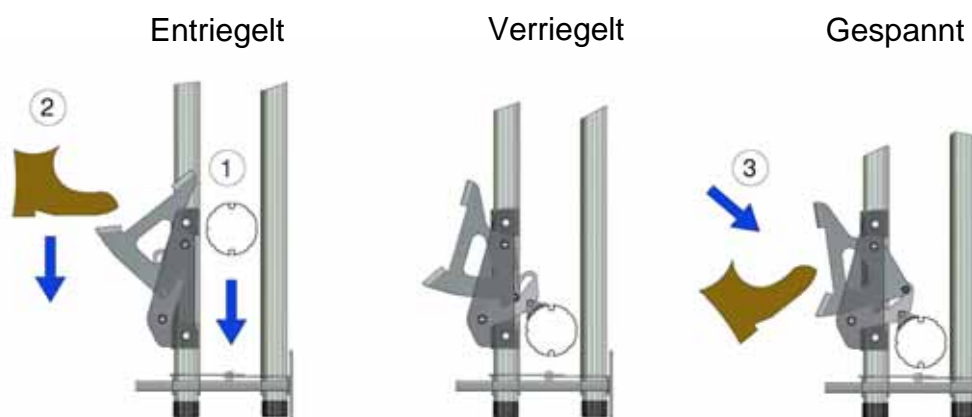

Abbildung 30: Verriegeln des Vorhangs
- 8.2 Im vollständig geschlossenen Zustand können die Sperrklinken manuell in der verriegelten Position eingerastet werden, damit das untere Rollrohr nicht angehoben werden kann. An windigen Tagen muss das untere Rollrohr nach unten gespannt werden, indem die Sperrklinke vollständig heruntergedrückt wird, siehe Abbildung 30.